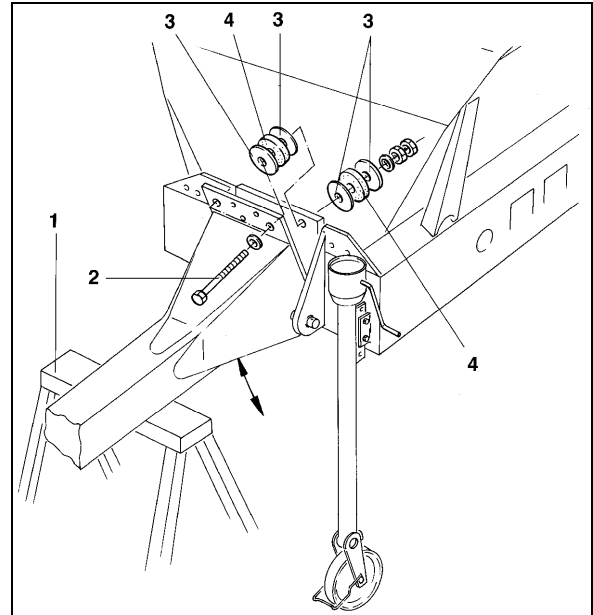

Fig. 48
2. Understøt trækstangen med en stabil buk (Fig. 48/1), og løsne begge monteringskruer (Fig. 48/2).
3. Ved at flytte afstandsskiverne (Fig. 48/3) lige meget kan trækstangen justeres. Bufferne (Fig. 48/4) må ikke fjernes. De dæmper stød, der overføres fra traktor til spreader.